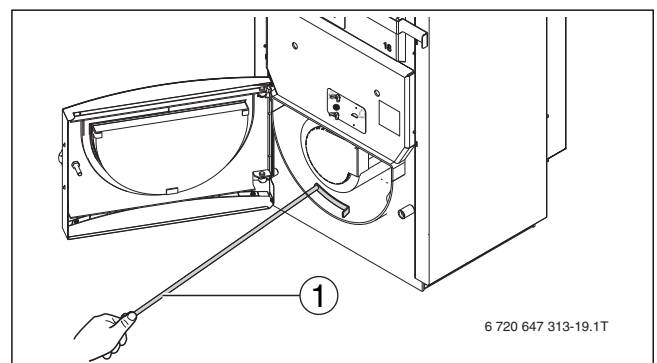

Bild 43 Verbrennungsrückstände aus dem Feuerraum entfernen
- Reinigungskratzer links neben der Brennkammer in den Feuerraum einführen (→ Bild 43, [1]).